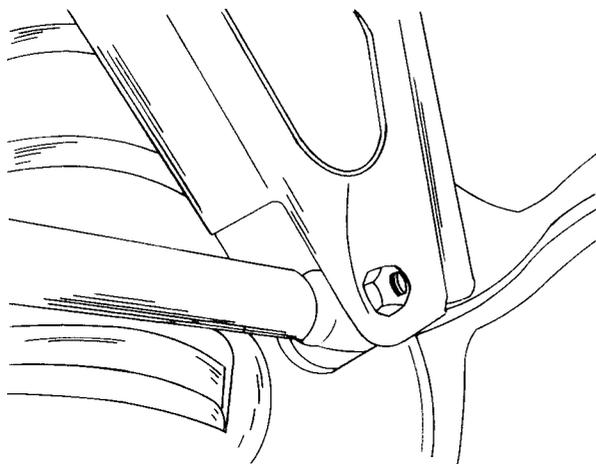
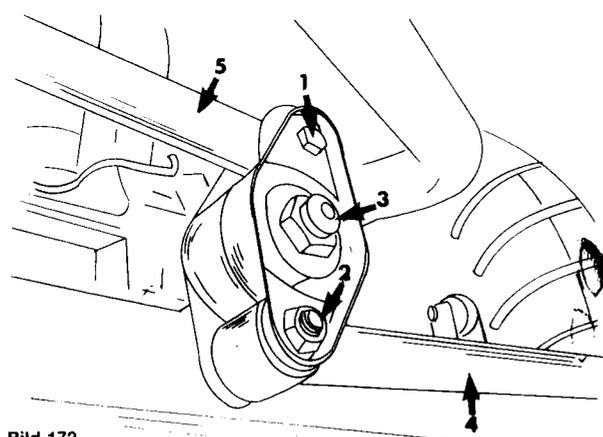

Bild 172
Bild 173
- Die beiden Wattgestänge von der Befestigung an der Karosserie abschrauben. Diese sind in der Nähe der Hinterfeder, wie in Bild 172 gezeigt, angeschraubt.
Der Aus- und Einbau der Wattgestänge bringt keine Schwierigkeiten mit sich. Die Gestänge sind an den äusseren Enden an der Karosserie verschraubt (Bild 172) und sind mit den inneren Enden an einem Drehlager verschraubt, wie es in Bild 173 gezeigt ist. Das Drehlager kann nach Lösen der mittleren Mutter ebenfalls abgenommen werden. Zu beachten ist, dass die Schrauben für die Wattgestänge nicht bei beiden Gestängen von der gleichen Seite eingesetzt sind.